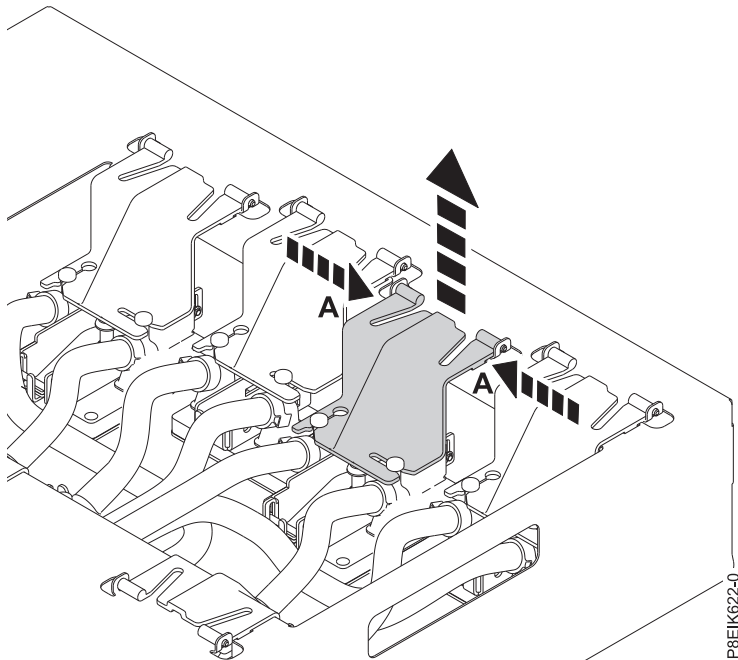

Figura 22. Extracción del soporte de la portadora
- a. Extraiga una placa refrigeradora del soporte de plástico. Levante y pellizque el soporte de plástico en los puntos (A) para extraerlo de la portadora, como se muestra en la Figura 22 en la página 20.